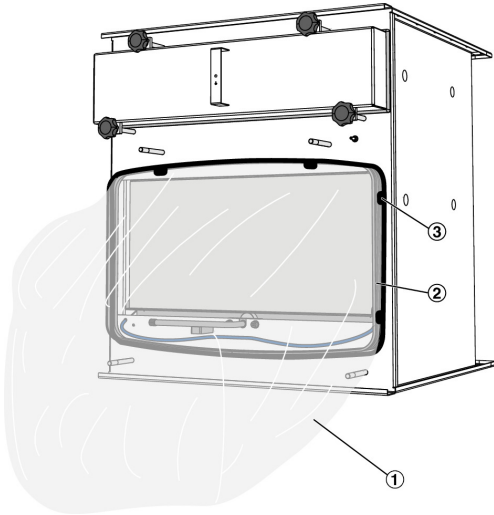

Abb. 7: Wartungssack anbringen
- 7. ▶ Wartungssack (Abb. 7/1) über das Wartungsboard (Abb. 7/2) stülpen und mit dem Klemmring (Abb. 7/3) in der ersten Nut befestigen.